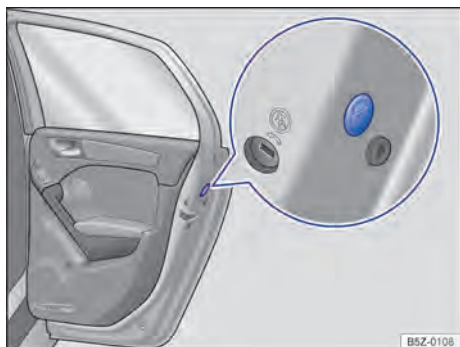

Fig. 160 Na porta traseira: travamento de emergência, coberto por uma vedação de borracha.
- Remover a vedação de borracha na lateral da porta. A vedação está identificada por um cadeado 🔒 → Fig. 160.
- Inserir a haste da chave na fenda → Fig. 160 e girar no sentido horário (para fora do veículo) até o batente.